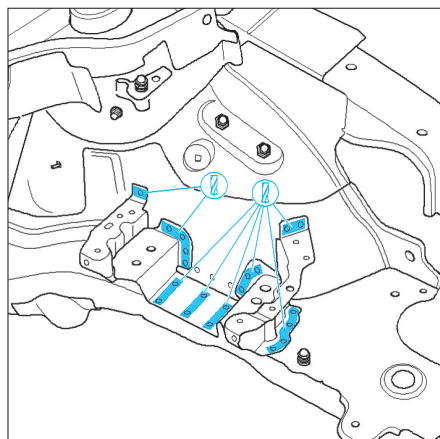

FIG. 6
- Fraiser et meuler les points de soudures de l'insert de support de boîte de vitesses gauche (Fig.6).